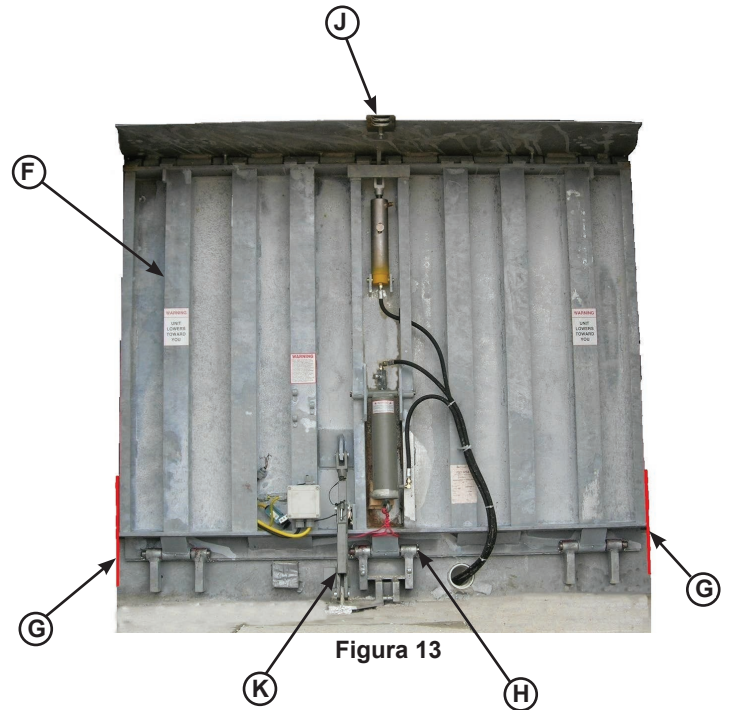

Figura 13
5. Lubrique los tres pasadores de bisagra trasera (H) con grasa, instale los tres pasadores en el empotramiento trasero solo hasta la mitad a través del primer tubo de bisagra.
- Inserte los pasadores de bisagra. Trabaje a través del nivelador de andén: instale un lado, luego el centro y, finalmente, el otro lado. Consulte la Figura 13.